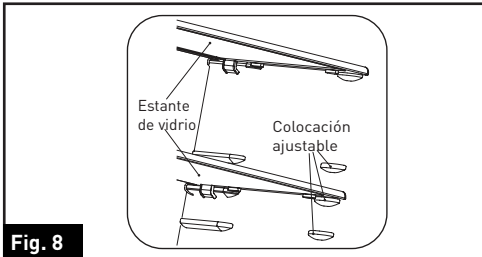

Fig. 8
- Cuando regrese los estantes, asegúrese de que no haya ningún obstáculo atrás y empújelos suavemente hacia la posición. (Fig. 8)